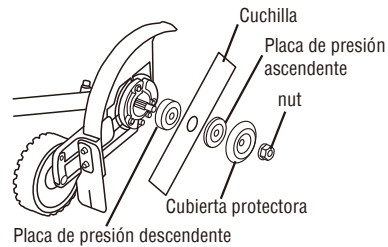

Fig.5B
5. Retire la tuerca, la cubierta protectora, la placa de presión ascendente y la cuchilla, y empuje hacia abajo la placa de presión del eje del motor (Fig. 5B). Revíselos y sustitúyalos si están desgastados.
1. Coloque la placa de presión descendente en el eje del motor. Instale la nueva cuchilla, la placa de presión ascendente, la cubierta protectora y la tuerca en el eje del motor como muestra la (Fig.5B).